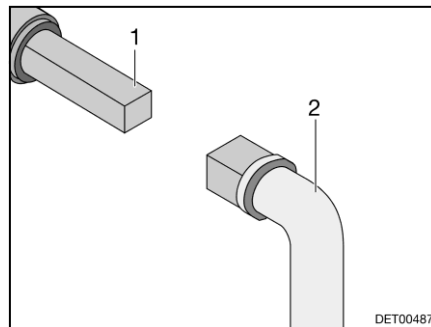

Fig. 99 Utilisation du robinet d'évacuation des eaux usées
- Insérer la clé (Fig. 99,2) sur la vis à quatre pans (Fig. 99,1).